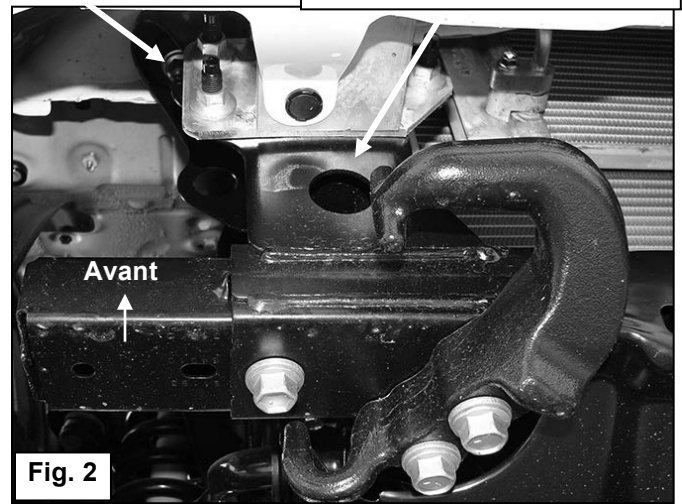

Fig. 2
2. Commencer l'installation côté passager, à l'avant du véhicule. Enlever les (2) écrous à tête hexagonale extérieurs d'origine maintenant la fixation du pare-chocs sur l'extrémité du châssis (**Figure 2**).